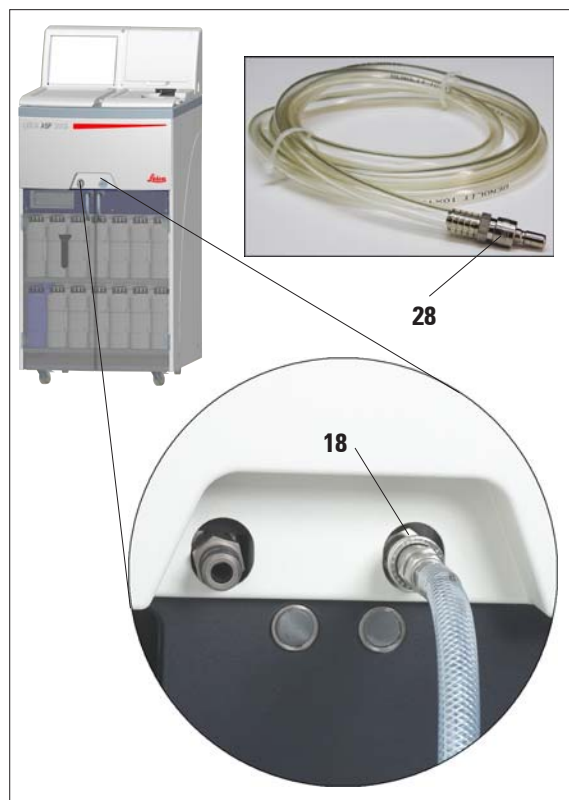

Fig. 6
- Collegare il tubo di riempimento/svuotamento fornito alla connessione per lo svuotamento a distanza sul davanti dello strumento (vedi fig. 6).
Quando s'inserisce il tubo dentro la connessione riempimento/svuotamento (elemento 18 in fig. 6) il dispositivo di connessione (28) del manicotto si blocca con uno scatto udibile.